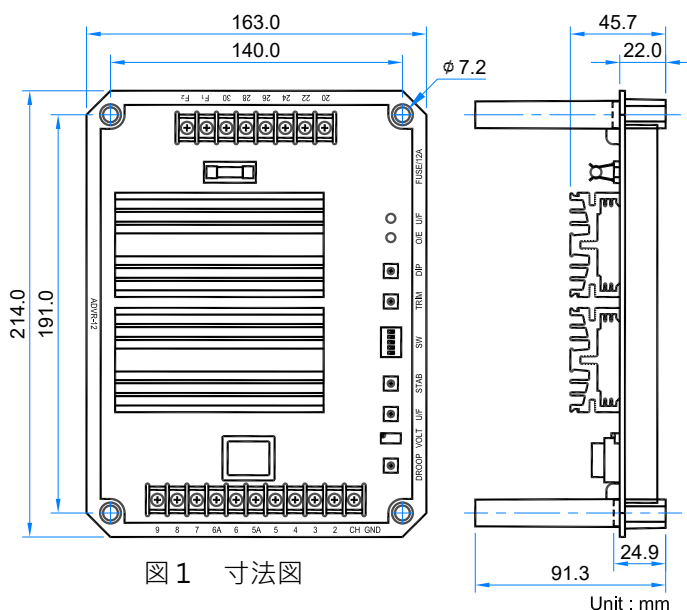

図 1 寸法図
1. 電圧調整器は発電機セットの任意の適切な位置に設置可能であり、その外形および固定穴径は図 1 を参照してください (図 1 参照)。